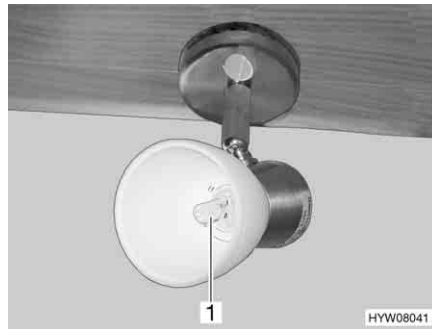

Fig. 158 Faretto alogeno
- Togliere la lampada alogena ad incandescenza (Fig. 158,1) dal supporto, tirandola in avanti.